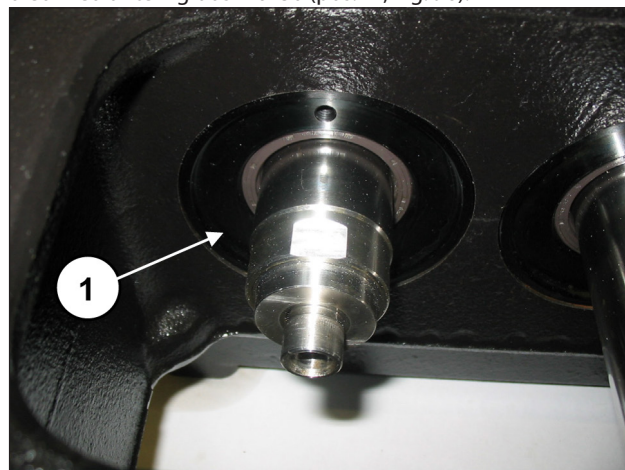
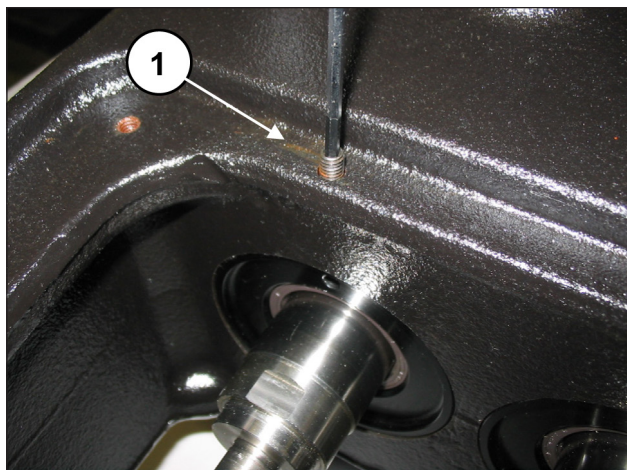

Fig. 95
Fig. 96
Insira o grupo montado dentro do cárter no seu assento, assegurando que a tampa se encaixe completamente no lugar (pos. ①, Fig. 95), tomando cuidado para não danificar o lábio do anel de estanqueidade radial. Aperte as tampas da junta do óleo mediante 2 grãos M6x30 (pos. ①, Fig. 96).